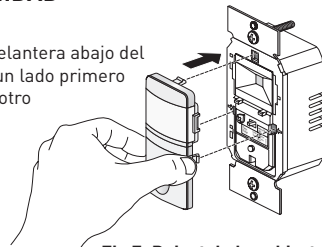

Fig 7: Reinstale la cubierta
3. Tome la nueva cubierta con el nuevo color, y colócalo en su posición, insertando la parte arriba primero, luego presionando cada lado. Ver Fig 7.